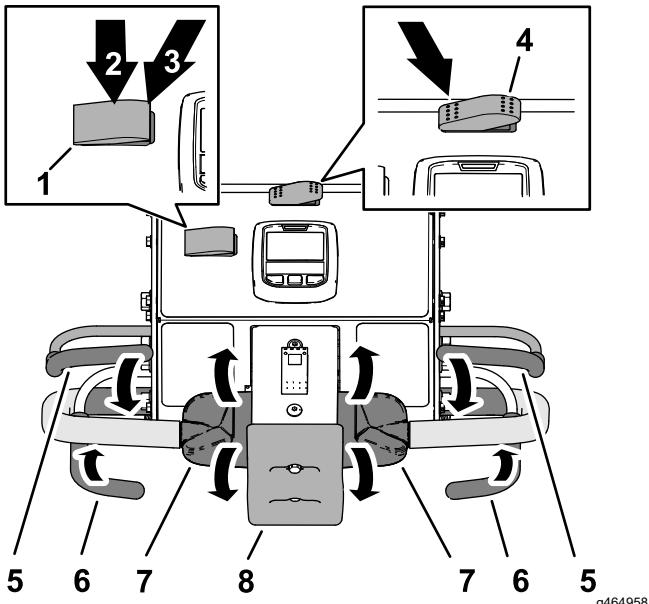

Figure 82
- Placez la commande de transport/aération à la position AÉRATION (Figure 82).